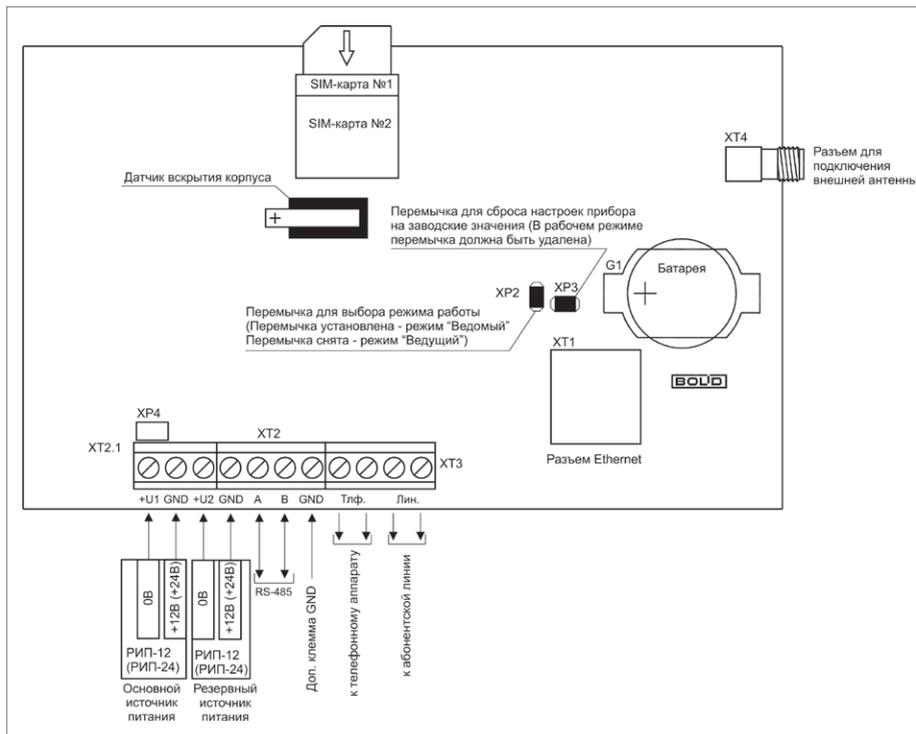

Рисунок 7. Схема подключения прибора «С2000-PGE»
1.3. Подключение соединительных линий производите в соответствии с проектной документацией и схемой на рис. 7.